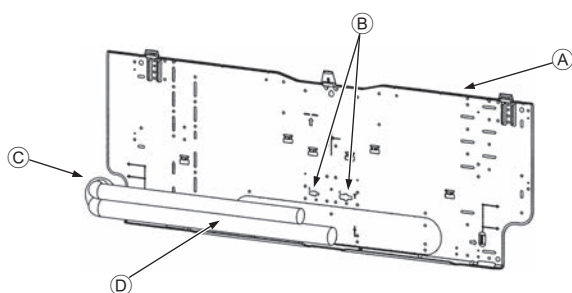

Fig. 3-5
- D Vis de fixation (4 × 25) ②
- F Plaque d'installation ①
3.3. Lors de l'insertion des tuyaux dans le mur (Fig. 3-5)
- A Plaque d'installation ①